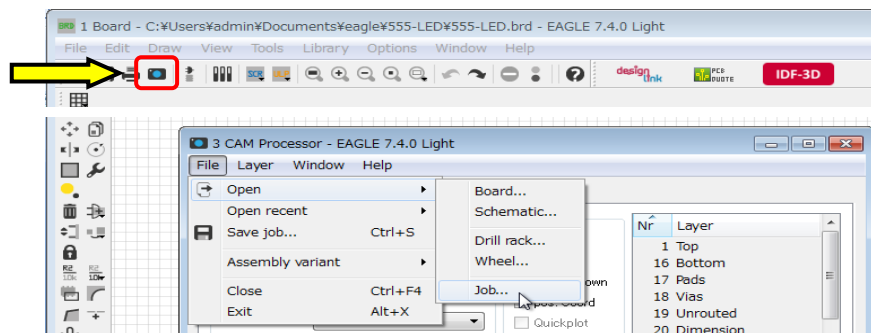

図 41
(1) CAM Processor 設定ファイルの読み込み 図 41
- ① レイアウトエディタのツールバーの  CAM ボタンをクリックします。
- ② CAM Processor ウィンドウのメニューから[File]→[Open]→[Job]と進みます。
- ③ 3 ページの3 で用意した Local-work フォルダ配下の